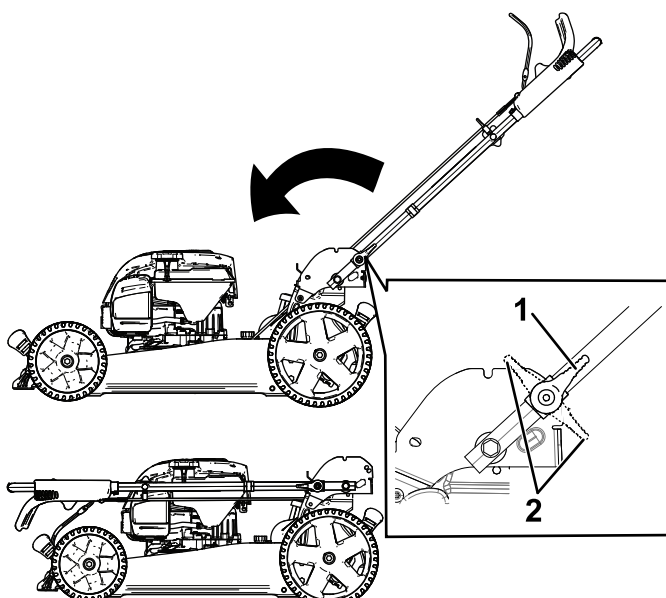

図 21
- ハンドルロックを解除する図 21。
- ハンドルを前方に一杯に折りたたむ図 21。